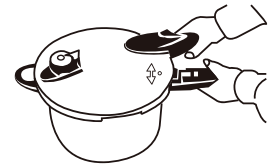

Abb. 4
1. Bringen Sie das Zeichen „o“ auf dem Deckel mit dem Zeichen „▲“ auf dem Topfstiel (Teil. 15) auf eine Höhe (Abb. 4)